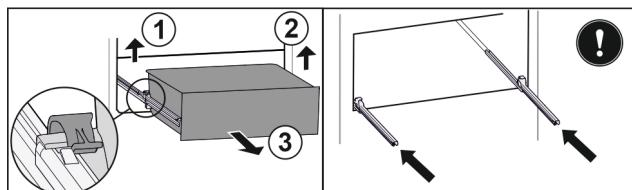

Fig. 36
- Приподнимите левый зажим и одновременно вытяните движением вперед выдвижной ящик слева. Fig. 36 (1)
- Приподнимите правый зажим и одновременно вытяните движением вперед выдвижной ящик справа. Fig. 36 (2)
- Извлеките выдвижной ящик движением вперед. Fig. 36 (3)